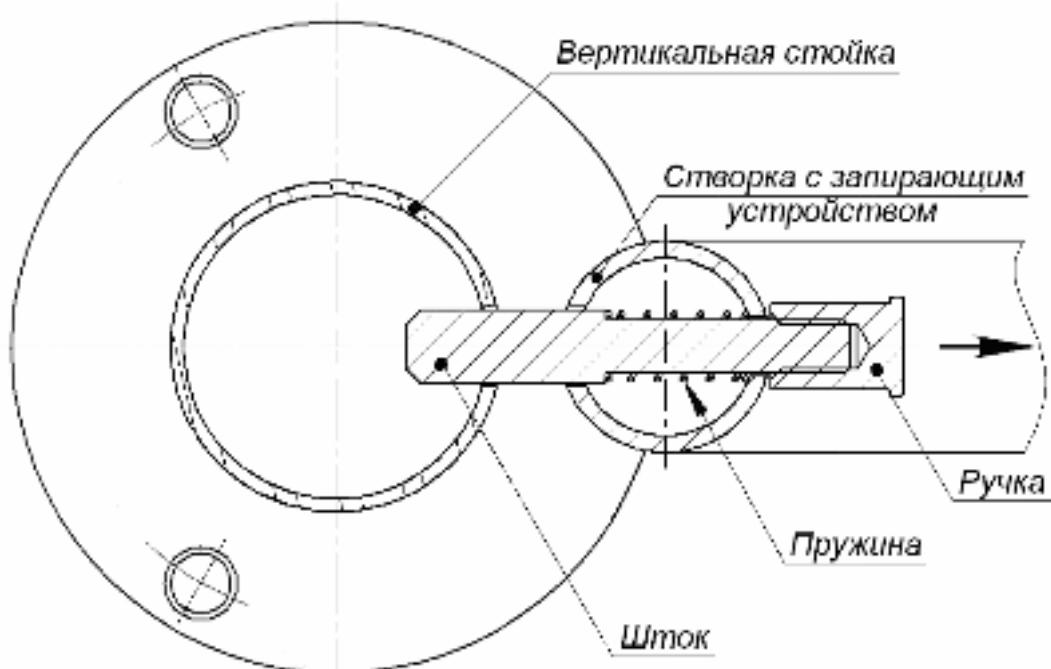

Рисунок 15 Установка штока стопорного узла
6. Отожмите шток за ручку (рис.15). После поворота преграждающей створки в положение закрытия прохода ручка отпускается и при этом шток фиксирует створку в соответствующем пазу вертикальной стойки.
При эксплуатации поворотной секции ограждения рекомендуется периодически (один раз в шесть месяцев) смазывать подвижные части стопорного узла (см. рисунок 15) смазкой типа ШРУС-4.